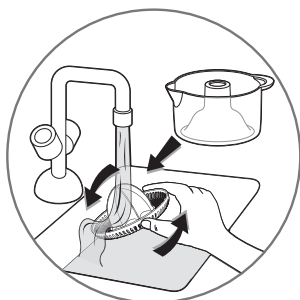

fig.3
- **Débranchez toujours l'appareil avant de nettoyer le bloc moteur (A).**
- Ne pas immerger le bloc moteur (A), ne pas le passer sous l'eau. Nettoyez le bloc moteur (A) à l'aide d'un chiffon humide. Séchez-le soigneusement.
- Nettoyez la verseuse (B) et le cône plastique (C) immédiatement après l'utilisation pour éviter que la pulpe ne colle (fig. 3).
- La verseuse (B), le cône plastique (C) et le couvercle de protection (D) peuvent passer au lave-vaisselle dans le panier du haut en utilisant le programme «ECO» ou «PEU SALE».
- **Always unplug the appliance before cleaning the motor unit (A).**
- Do not immerse the motor unit (A) or place it under running water. Clean the motor unit (A) with a damp cloth. Dry carefully.
- Clean the jug (B) and the plastic cone (C) immediately after use to avoid the pulp from sticking to them (fig. 3).
- The jug (B), the plastic cone (C) and the protective cover (D) may be cleaned in the dishwasher in the top tray using the « ECO » or « SLIGHTLY DIRTY » programme.
- Store with the protective cover (D) in place.
- Haal altijd de stekker uit het stopcontact voordat u het motorblok (A) gaat reinigen.
- Dompel het motorblok (A) niet onder of was het niet onder stromend water. Reinig het motorblok (A) met een vochtige doek. Droog het vervolgens zorgvuldig af.
- Reinig de kom (B) en de kunststof perskegel (C) onmiddellijk na gebruik om te voorkomen dat het achtergebleven vruchtvlies aankeft (fig. 3).
- De kom (B), de kunststof perskegel (C) en het beschermdoeksel (D) kunt u in de bovenste korf van de vaatwasmachine wassen, waarbij u het programma "ECO" of "LICHT VERVUILD" gebruikt.
- Breng het beschermdoeksel (D) aan wanneer u het apparaat opbergt.
- Ziehen Sie vor der Reinigung des Motorblocks (A) immer den Netzstecker heraus.
- Tauchen Sie den Motorblock (A) nicht ins Wasser und halten Sie ihn nicht unter fließendes Wasser. Reinigen Sie den Motorblock (A) mit einem feuchten Tuch. Trocknen Sie ihn sorgfältig ab.
- Reinigen Sie Behälter (B) und Presskegel (C) unmittelbar nach dem Gebrauch, damit kein Fruchtfleisch kleben bleibt (Abb. 3).
- Behälter (B), Presskegel (C) und Schutzabdeckung (D) können mit dem „ECO“ oder „LEICHT VERSCHMUTZT“ Programm im oberen Korb der Spülmaschine gereinigt werden.
- Bewahren Sie das Gerät mit aufgesetzter Schutzabdeckung (D) auf.